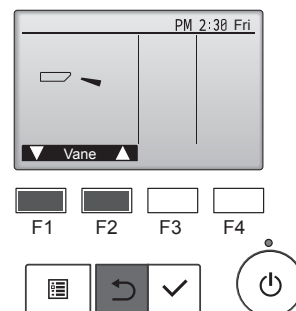

Fig. 8-4
- 2 Trykk på [VELG] for å vise betjeningskjermen for spjeldene, og trykk deretter på knappene [F1] og [F2] for å kontrollere auto-spjeldene. (Fig. 8-4)